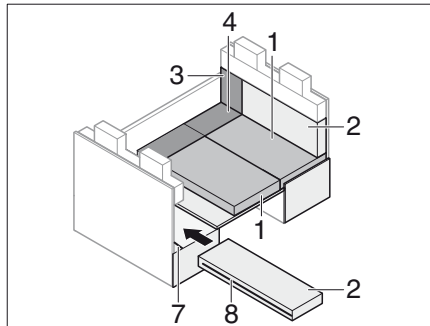

Bild 208 Medan ombyggnaden pågår
- Öppna blixtlåset (Bild 208,8) på ryggdynan.
- Placera spåret i ryggdynan över ISOFIX-traversen (Bild 208,7).